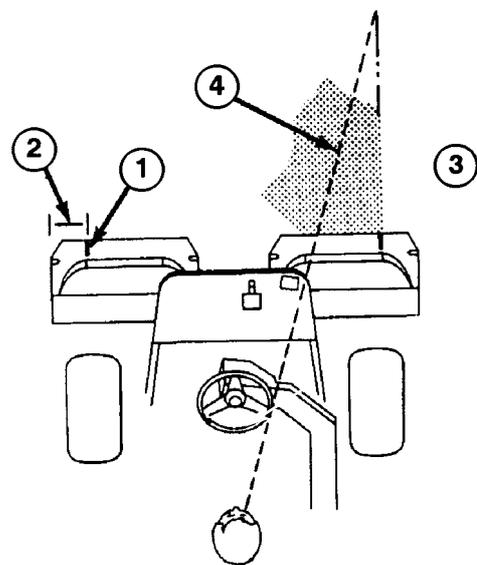

Bild 16
2. Entweder einen Streifen weißes Klebeband auf jede Grasfangvorrichtung kleben oder eine Linie aufmalen, die parallel zum äußeren Rand jeder Vorrichtung verläuft (Bild 16).